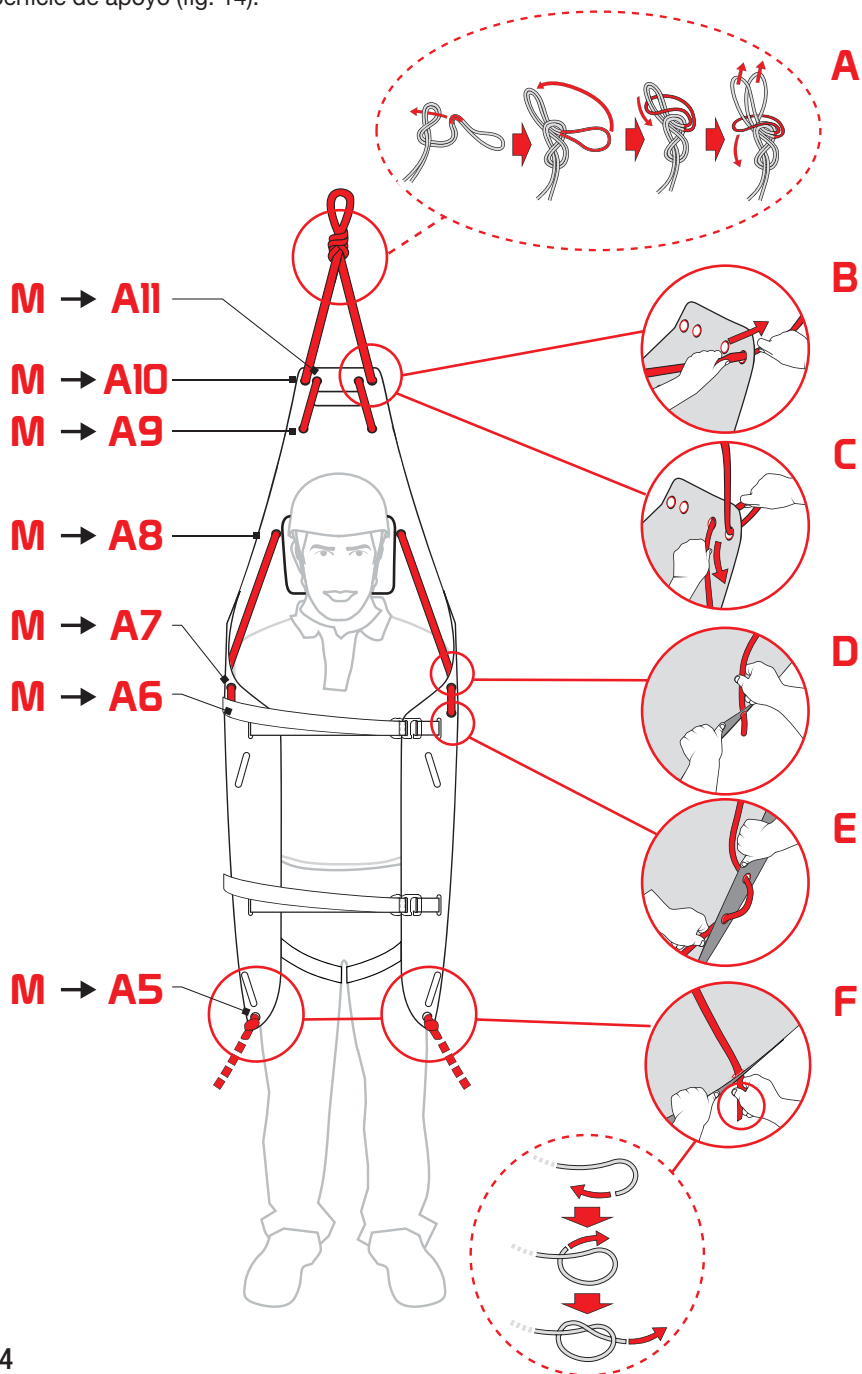

Fig.14
c) elevación/descenso en vertical: introduzca la cuerda (M) en los agujeros de A5 a A11 de la superficie de apoyo (fig. 14).